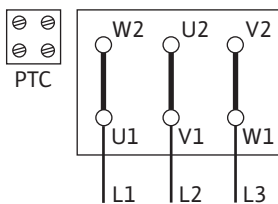

Fig. 10: Y-Δ-start
- Netttilkoblingen er avhengig av motoreffekten P2, nettspenningen og innkoblingstypen. Den nødvendige koblingen til forbindelsesbroene i koblingsboksen finner du i den følgende tabellen samt Fig. 10, 11 og 12.